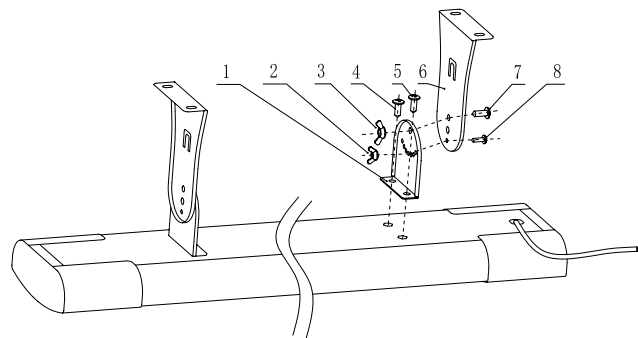

Рис.3
Схема установки крепёжного комплекта для монтажа инфракрасного обогревателя указана на Рис. 3.
5. На расстоянии друг от друга (см. рис.3) закрепите кронштейны (6) на потолке или потолочных конструкциях.
6. Подвесьте обогреватель на кронштейны, присоединив к ним крепления в соответствии с рис. 3, закрепив сначала один край, а потом другой, с помощью винтов (7), (8) и барашковых гаек (2), (3). Убедитесь, что гайки надежно затянуты.
7. С помощью винта (8) и барашковой гайки (2) можно выбрать необходимый угол установки обогревателя, для этого при присоединении к кронштейнам (6) необходимо установить их в необходимое отверстие на креплениях (1).